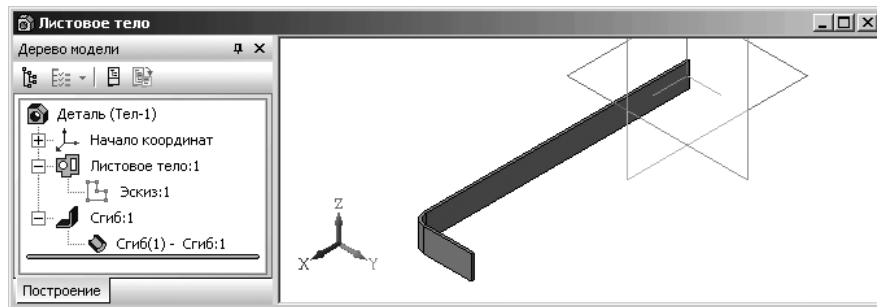

Рис. 7.20. Пример сгиба листовой детали
- щелкните на **Специальной панели управления** по кнопке – **Создать объект**. Появится требуемый сгиб на листовой детали. Одновременно в окне **Дерево модели** появится новый пункт – **Сгиб:1** (рис. 7.20).